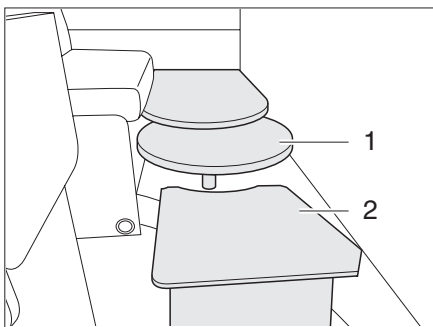

Bild 43 Bettverlängerung (Zusatzbett)
- ▶ Die Bettverlängerung (Bild 43,2) für Zusatzbett auf die Tischplattenverlängerung (Bild 43,1) stellen.